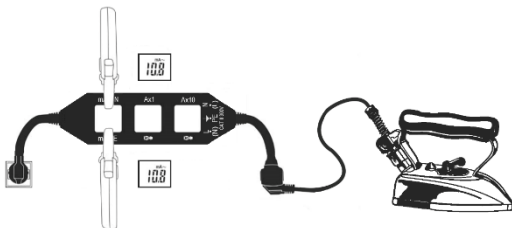

Fig. 3
4. Leggere il valore diretto della corrente di fuga (conduttore PE) nell'anello mA-PE oppure il valore indiretto / valore differenziale della corrente di fuga (conduttore L-N) nell'anello mA-L-N (vedere Fig. 3).